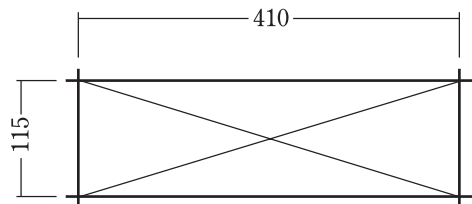

図1 開口寸法
- ① 内箱の投入口の寸法より、タテ・ヨコとも10mm程度大きめの穴をあけておく。(上図1参照)
- ② 内箱を取付ビスで固定する。
- ③ 差入口を表から内箱の投入口に挿入する。
- ④ 内箱の中からビスで、差入口と内箱を固定する。(差し入れ口と内箱のアジャスト巾は105～125です。)
- ⑤ すき間にモルタルを詰め固定する。
- ⑥ 見切りをまわし、壁(塀)を仕上げる。
- ⑦ ポスト設置後、付属のスノコを入れて下さい。